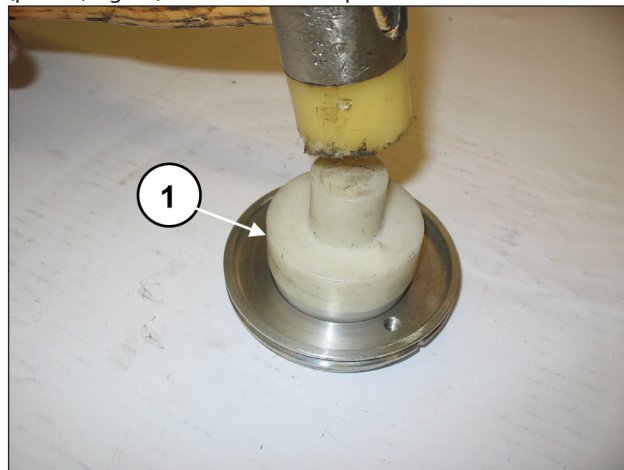

Fig. 93
Montar la anilla de retención radial en la tapa de retención (pos. ①, Fig. 93) utilizando un tampón cód. 27910900.